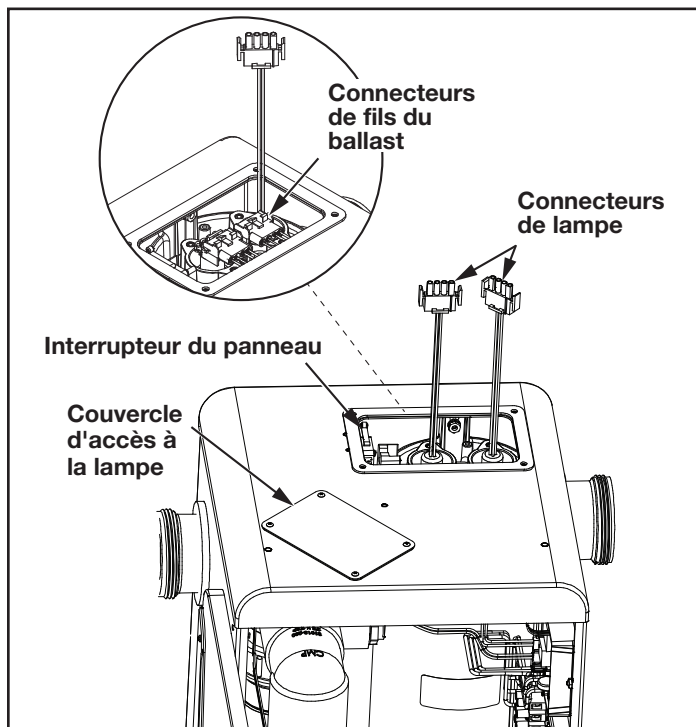

Figure 21. Accès à la lampe du réacteur UV du système Jandy AOP
4. Localiser le panneau d'accès à la lampe UV sur le dessus du Jandy AOP. Retirer les quatre (4) vis avec un tournevis cruciforme, et retirer le panneau. Voir la Figure 21.
10. Rebrancher tous les câbles reliant le système Jandy AOP au ballast. Voir la Figure 21.